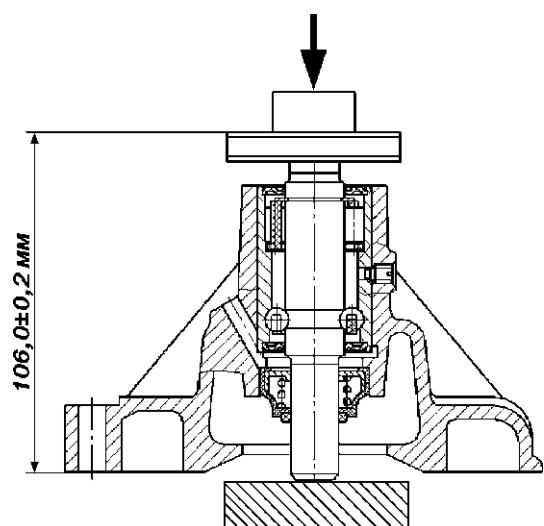

Рис. 4.54. Напрессовка ступицы шкива на вал
- напрессуйте ступицу шкива вентилятора на валик подшипника, выдержав размер  $106 \pm 0,2$  мм (рис. 4.54). При напрессовке ступицы необходимо разгружать корпус, фиксатор и подшипник насоса от усилий запрессовки, т.е. упор при напрессовке должен осуществляться на торец валика;